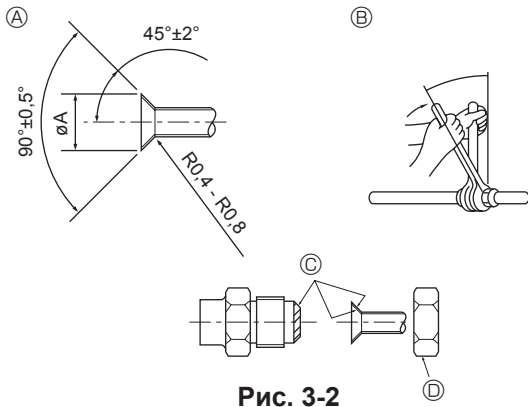

Рис. 3-2
3.2. Соединение труб (Рис. 3-2)